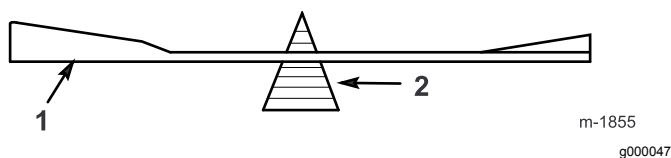

Figure 43
2. Vérifiez l'équilibre de chaque lame en la plaçant sur un équilibreur (Figure 43).